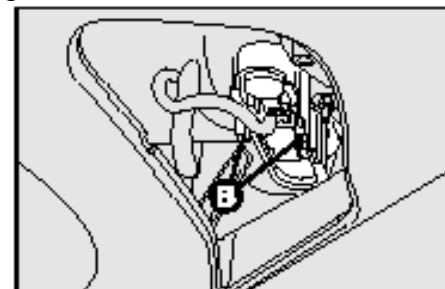

рис. 32
- Извлеките блок патронов, нажав на фиксаторы **B** – **рис.32**;
□ Установить на место блок патронов и правильно закрепить его при помощи фиксатора **В – рис.32;**
□ Извлеките блок патронов, нажав на фиксаторы **В – рис.32**